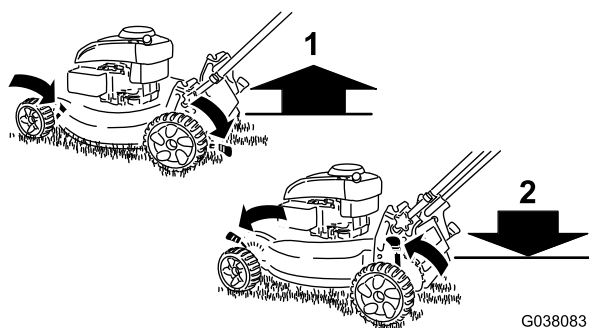

Figure 10
**Remarque:** Pour élever la machine, déplacez tous les leviers de réglage de hauteur de coupe en arrière. Pour abaisser la machine, déplacez tous les leviers de réglage de hauteur de coupe en avant (Figure 10).